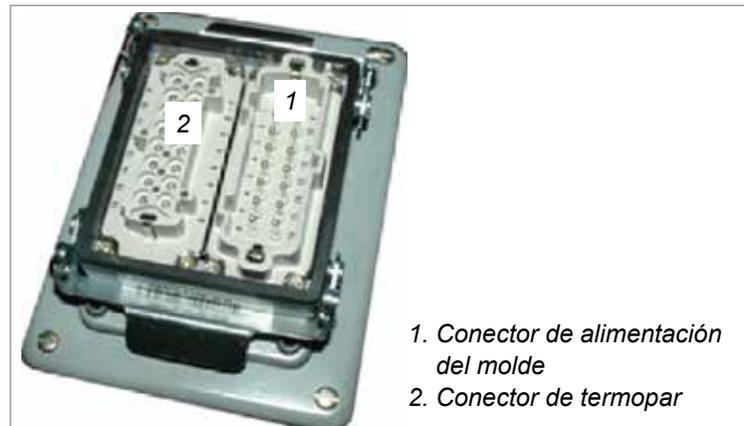

Figura 6-1 Enchufe de molde
1. Mida la resistencia entre cada par de cables de termopar en el conector de termopar del molde. Consulte la Figura 6-1.